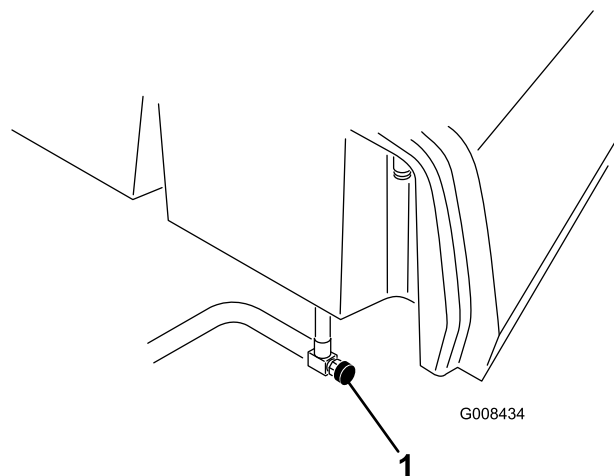

Figura 39
1. Cierre la válvula de cierre de combustible (Figura 39), situada debajo del depósito de combustible.